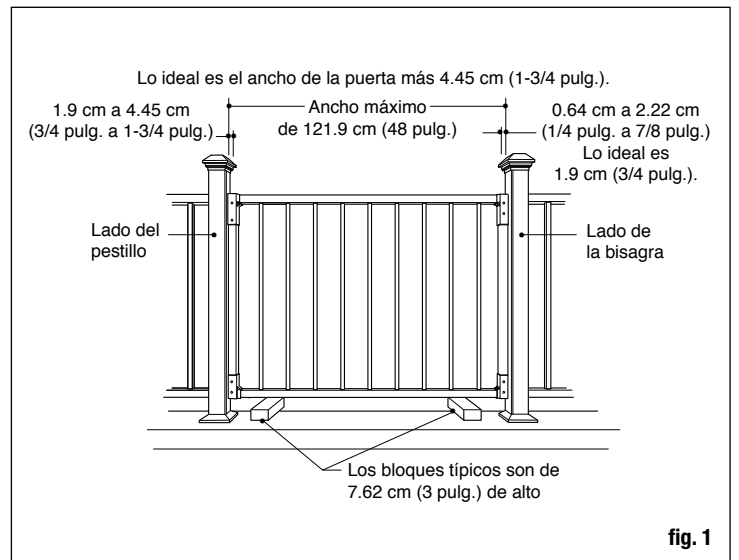

fig. 1
Paso 2 Las bisagras de la puerta pueden ajustarse a huecos de 0.64 cm a 2.22 cm (1/4 pulg. a 7/8 pulg.), pero lo ideal es 1.92 cm (3/4 pulg.). El pestillo puede ajustarse a huecos de 0.95 cm a 4.45 cm (3/8 pulg. a 1-3/4 pulg.). Determine el espacio deseado y réstelo de la apertura. Se recomienda dejar 4.45 cm (1-3/4 pulg.), pero puede ser de 1.58 cm a 6.35 cm (5/8 pulg. a 2-1/2 pulg.) (fig. 1).
Paso 8 Apoye la puerta colocando bloques precortados debajo del riel inferior y entre los postes (fig. 1). El espaciado de 7.62 cm (3 pulg.) es típico, pero puede ser mayor o menor según lo permitan los códigos de construcción locales. Según el código de construcción modelo, todos los espacios deben ser menores de 10.16 cm (4 pulg.). Asegúrese de que la parte inferior de la puerta sea lo suficientemente alta para despejar cualquier obstáculo, como la moldura de la base del poste, si corresponde.